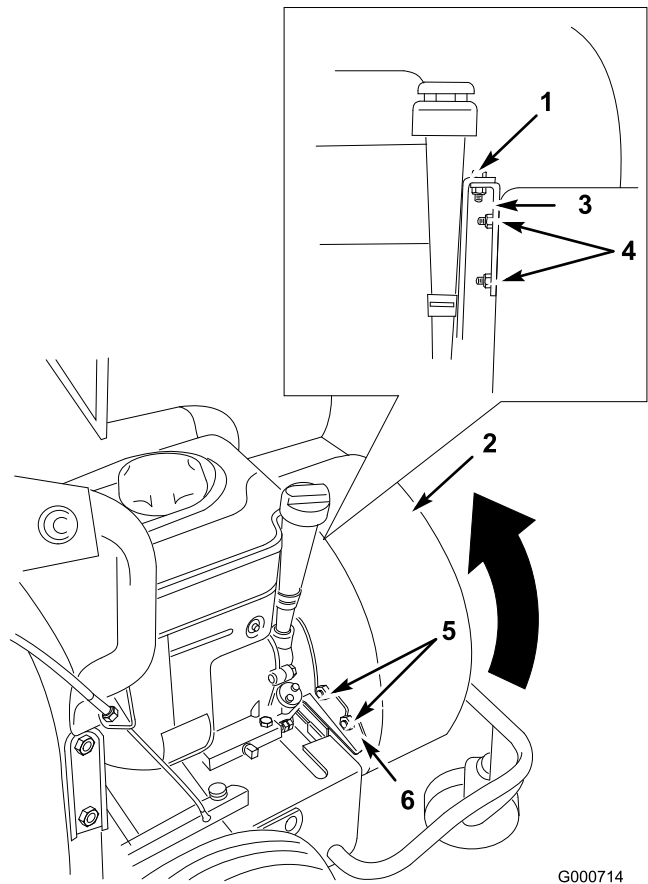

Figura 22
- Togliete il bullone che fissa la scatola del soffiatore alla staffa del motore (Figura 22).
- Togliete i due dadi di bloccaggio che fissano la scatola alla staffa del motore, e rimuovete la staffa (Figura 22).
- Togliete i due dadi di bloccaggio che fissano la scatola alla staffa di stabilizzazione (Figura 22).